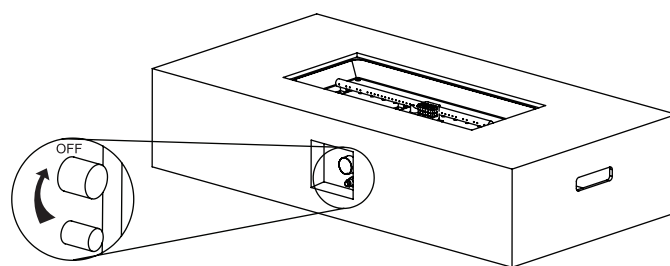

Figure 2
2. Ujistěte se, že regulátor plynu je v poloze "OFF" před pokračováním (viz Figure 2).